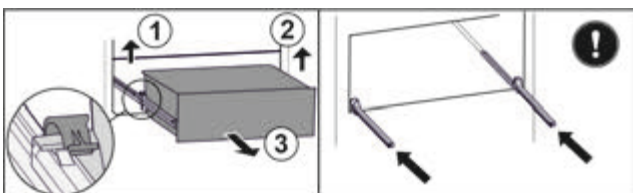

Fig. 66
- ▶ Підняти лівий затискач і одночасно висувний ящик ліворуч потягнути вперед. Fig. 66 (1)
- ▶ Підняти правий затискач і одночасно висувний ящик праворуч потягнути вперед. Fig. 66 (2)
- ▶ Вийняти висувний ящик рухом вперед. Fig. 66 (3)